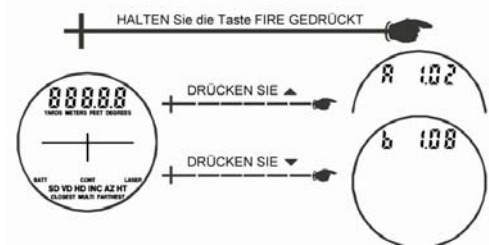

Abbildung Nr. 9
- o Drücken Sie die Taste , um die Haupt-Firmware-Versionsnummer anzuzeigen. Das Display sollte in etwa dem nebenstehenden Beispiel entsprechen. Das Zeichen, das am weitesten links steht, ist stets „A“ und die restlichen 3 Zahlen stehen für die Haupt-Firmware- Versions-nummer (1.02 in Abbildung Nr. 9).
- o Drücken Sie die Taste , um die Neben-Firmware-Versionsnummer anzuzeigen. Das Display sollte in etwa dem obigen Beispiel entsprechen. Das Zeichen, das am weitesten links steht, ist stets „b“ und die restlichen 3 Zahlen stehen für die Neben-Firmware-Versionsnummer (1.08 in Abbildung Nr. 9).